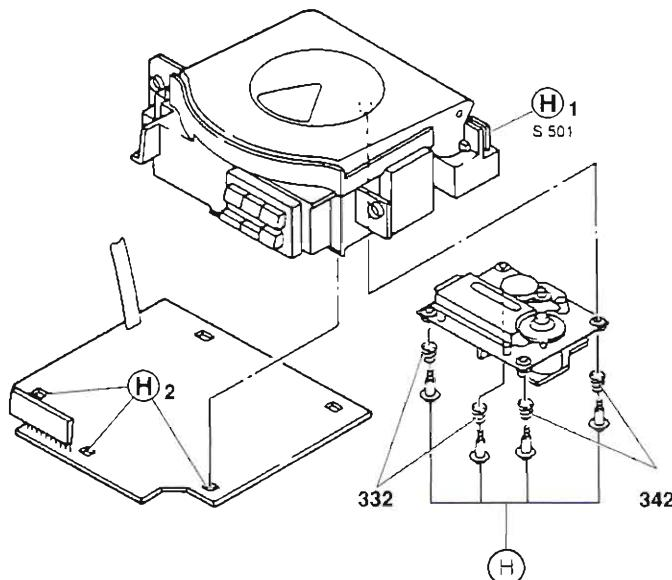

Fig. 8
**11. CD-Leiterplatte ausbauen (Fig. 8)**
**12. CD-Laufwerk ausbauen (Fig. 8)**
**11. Removing the CD Circuit Board (Fig. 8)**
**12. Removing the CD Mechanism (Fig. 8)**